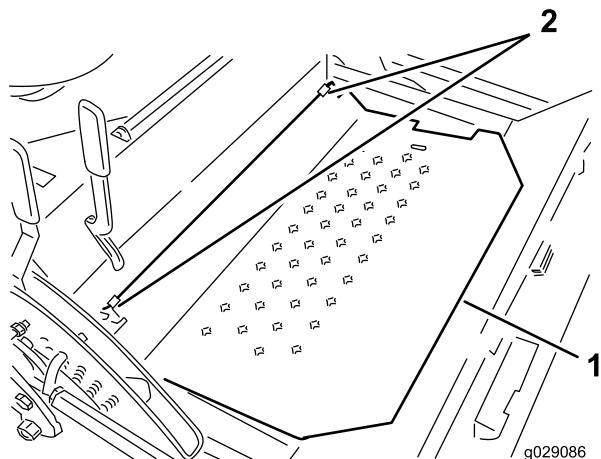

Figure 34
6. Fixez la plaque du siège au cadre en insérant les axes de pivotement (Figure 34).